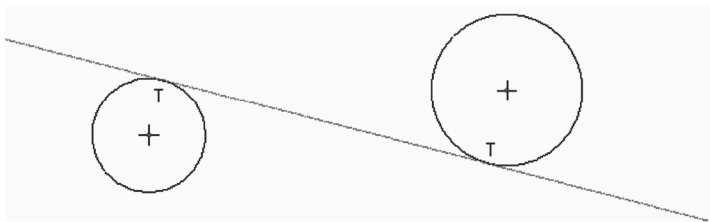

图 2-8 绘制与两图元相切的中心线
- 3) 在另一个弧或圆上选取一个相切位置, 从而绘制出与两个图元相切的中心线, 如图 2-8 所示。